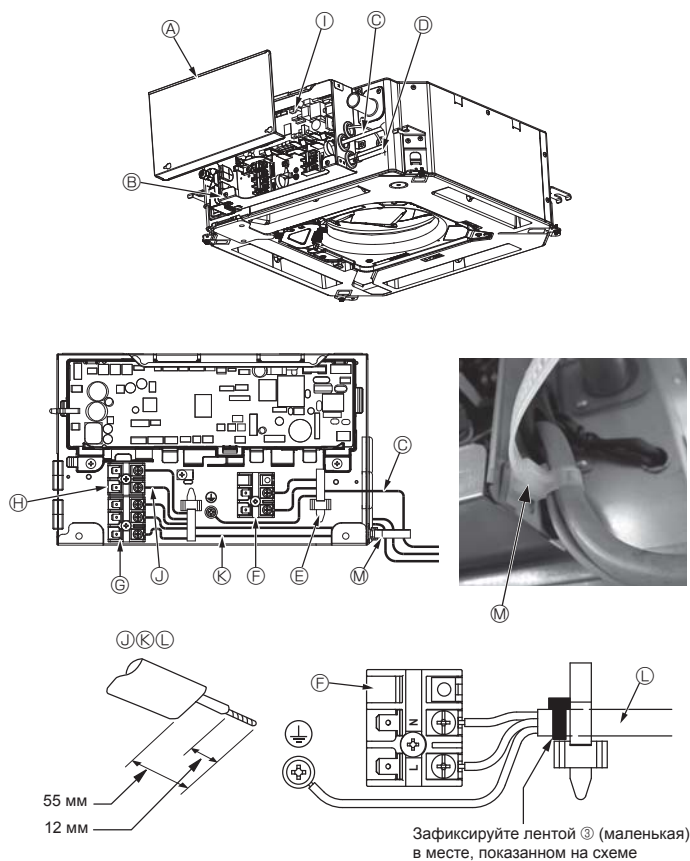
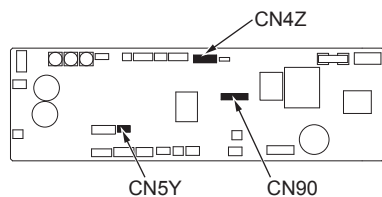
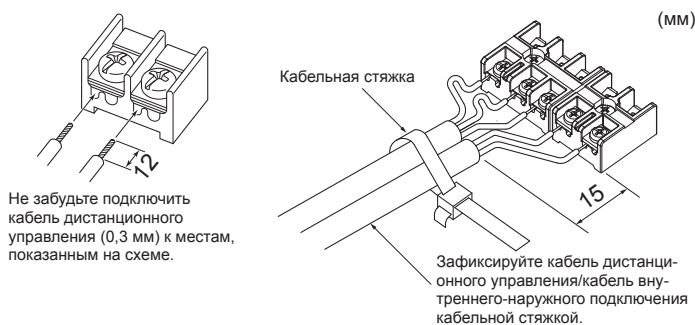

Fig. 5-1
Fig. 5-2
Fig. 5-3
5.1. Внутренний блок (Fig. 5-1, Fig. 5-2, Fig. 5-3)